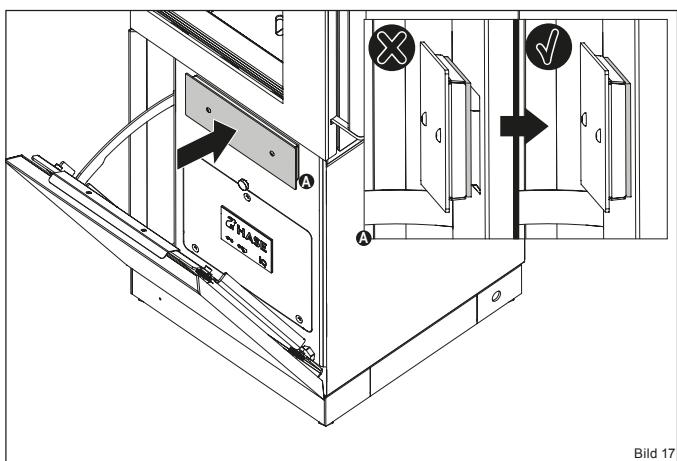

Bild 17
Achten Sie beim Einschieben des Aschebehälters darauf, dass dieser bündig mit der Dichtung anliegt (Bild 17). So wird sichergestellt, dass der Abbrandprozess nicht durch Falschluff gestört wird.
- ✓ Schieben Sie den Aschebehälter wieder in die Öffnung, so dass dieser bündig mit der Dichtung anliegt (Bild 17).
- Schieben Sie den Aschebehälter wieder in die Öffnung (Bild 17).